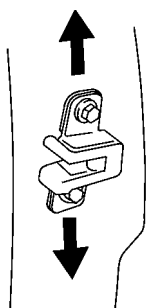

图 17-63 调整后车门挡块
(3) 调整后车门挡块。旋紧固定螺栓, 调整挡块位置, 如图 17-63 所示。